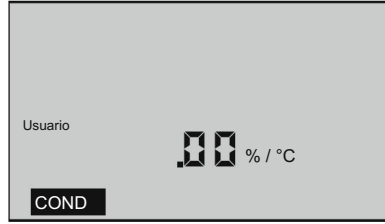

Figura 3
- b. Con "Usuario" seleccionado, presione . Si la pantalla no mostrar .00%/°C, mantener el tiempo suficiente para llevar la temperatura a .00%/°C (ver Figura 3).